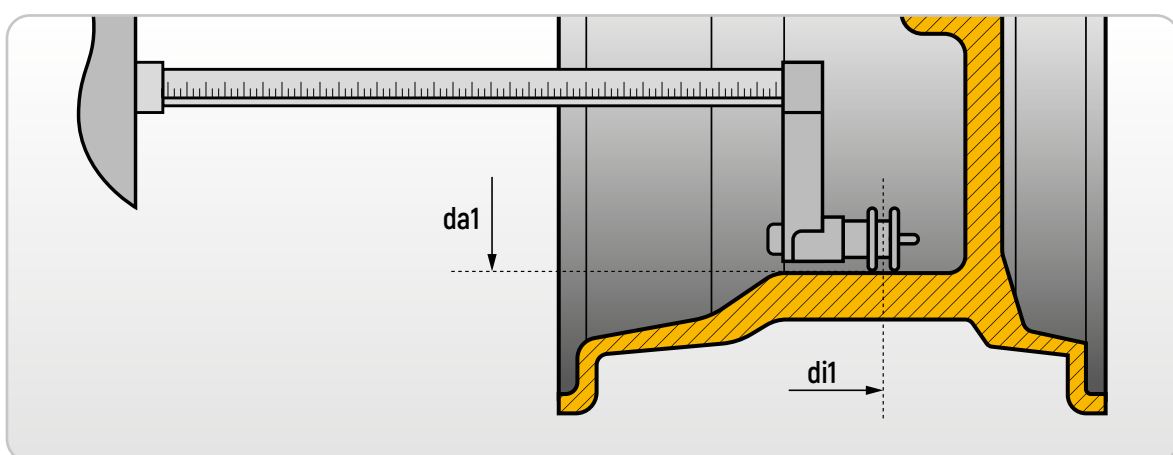

Figura 6.9 Leitura Automática da distância da face externa nos Tipos de Programas ALS1 e ALS2
4. Retire o sensor de Distância/Diâmetro e coloque-o na face externa. Consulte a **Figura 6.9**.